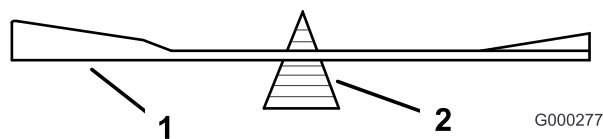
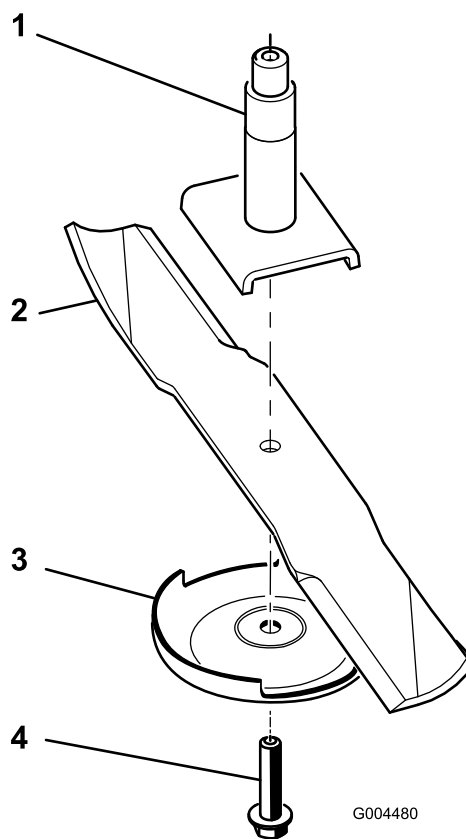

Figura 22
Figura 23
2. Retire a cavilha da lâmina, a placa anti-dano e a lâmina do eixo (Figura 23).
2. Verifique o equilíbrio da lâmina colocando-a num equilibrador de lâminas (Figura 22). Se a lâmina ficar na horizontal é porque está equilibrada e pode ser utilizada. Se a lâmina não estiver equilibrada, lime algum metal da extremidade da aba apenas (Figura 23). Repita este procedimento até a lâmina estar equilibrada.
1. Instale a lâmina no veio (Figura 23).
2. Instale a placa anti-danos e o parafuso da placa (Figura 23).